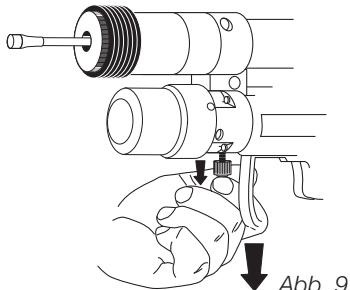

Abb. 9
3. Die Schutzmutter nach unten bis zur Auslösung der Antiblockiereinrichtung ziehen (Abbildung 9).